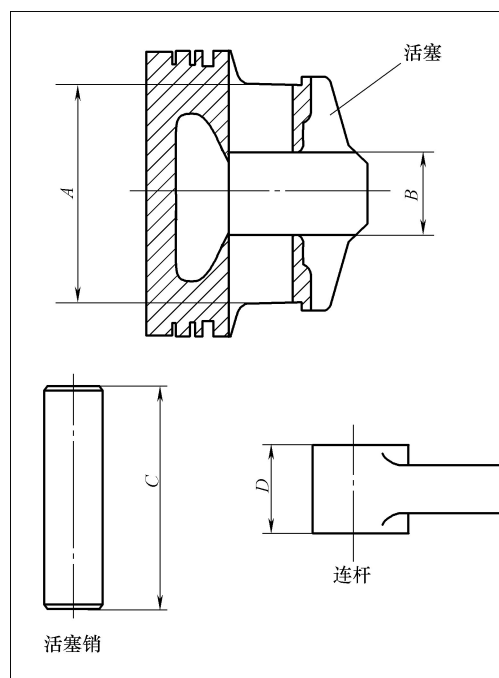

图 2-115 测量活塞、活塞销、连杆尺寸
(1) 安装活塞销
① 如图 2-115 所示，测量活塞、活塞销、连杆的下述尺寸。